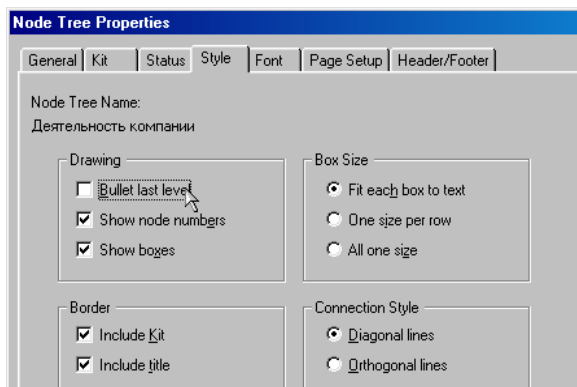

Рис. 64. Отключение опции **Bullet Last Level**
5. Диаграмму дерева узлов можно модифицировать. Нижний уровень может быть отображен не в виде списка, а в виде прямоугольников, так же, как и верхние уровни. Для модификации диаграммы правой кнопкой мыши щелкните по свободному месту, не занятому объектами, выберите меню **Node tree Diagram Properties** и во вкладке **Style** диалога **Node Tree Properties** отключите опцию **Bullet Last Level** (рис. 64).